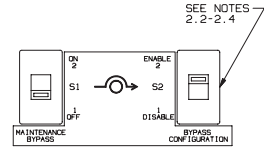

FIGURE 4
- 2.2 IDENTIFY THE BYPASS CONFIGURATION SWITCH S2, LOCATED BEHIND THE FRONT DOOR (SEE FIGURE 4).